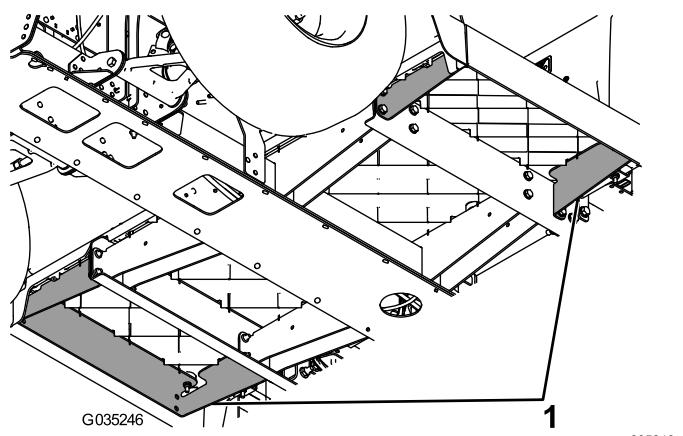

Figure 4
3. Déposez l'un des supports de plancher existants (Figure 4).
5. Déposez l'autre support de plancher existant (Figure 4).